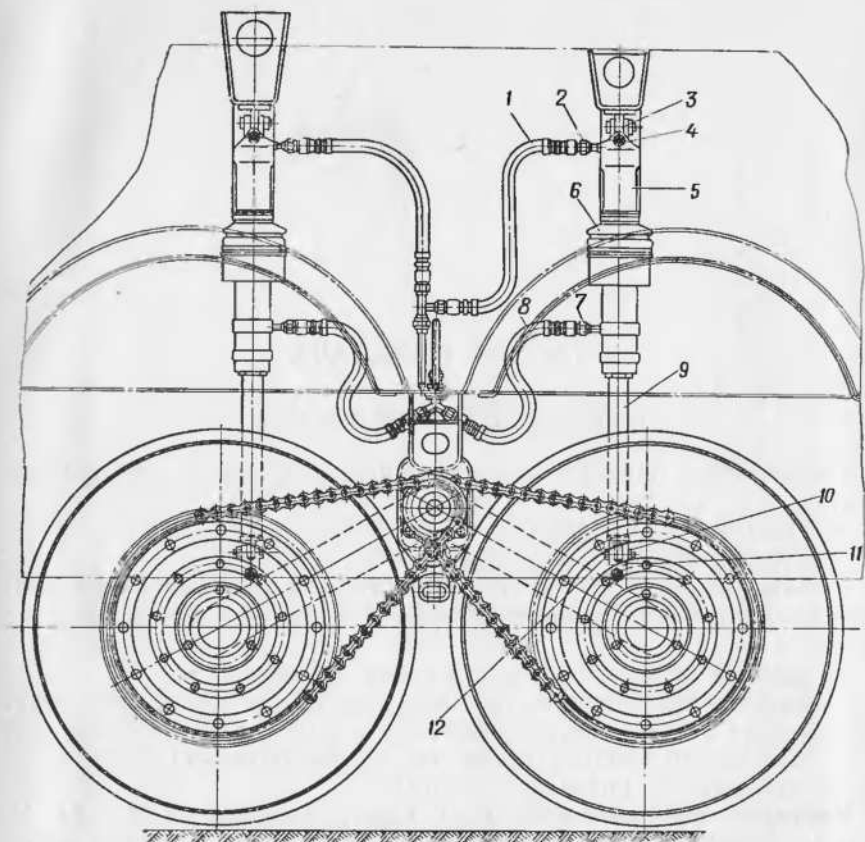

Рис. 18. Установка гидравлического подъемника:
2. Отвернуть накидную гайку 7 (рис. 18) и отсоединить шланг 8 от гидравлического подъемника.